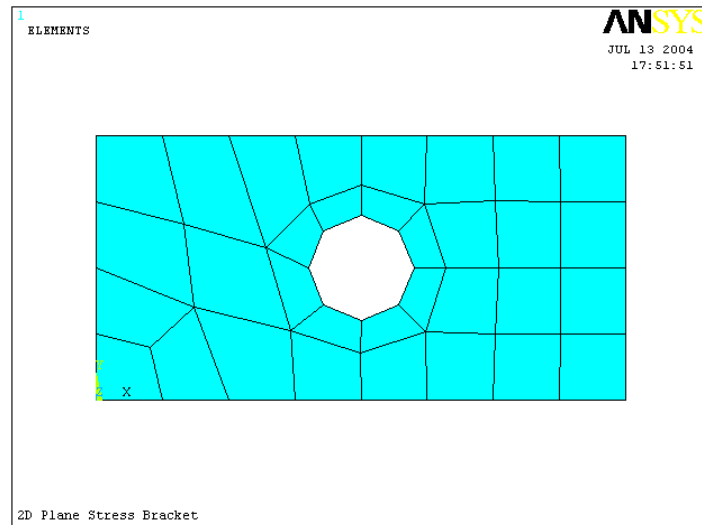

图1.37 网格划分结果
(4) 接着在【Element Size on Picked Lines】对话框中，将【No. of element divisions】输入框设为【2】，其它留空，并单击【OK】按钮。
(5) 单击 **Main Menu>Preprocessor>Meshing>Mesh>Areas>Free** 菜单，弹出实体拾取对话框，然后单击对话框上的【PickAll】按钮，程序即开始进行网格划分。最后形成如图 1.37 所示的网格图形。
(6) 单击工具栏中的【SAVE\_DB】按钮存盘。